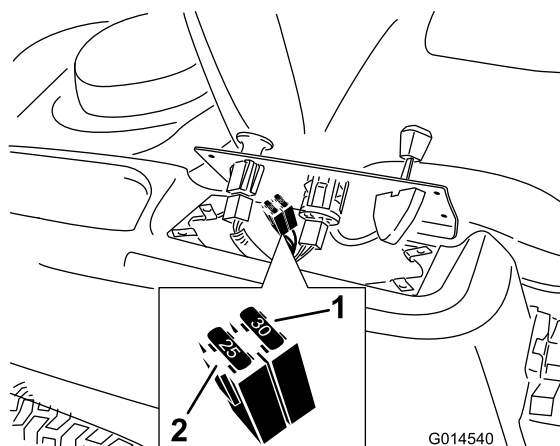

Figura 39
2. Levante el panel de control para tener acceso al arnés de cables principal y al bloque de fusibles (Figura 39).
3. Para cambiar un fusible, tire del mismo para retirarlo (Figura 39).